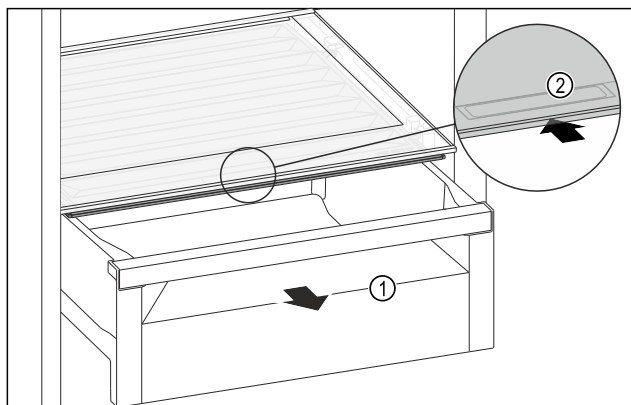

Fig. 64
- ▶ Húzza ki a fiókot Fig. 64 (1).
- ▶ Fogja meg a sülyesztett fogantyút Fig. 64 (2) a rekeszfedélen, és ezzel egy időben tolja hátra a rekeszfedelet.